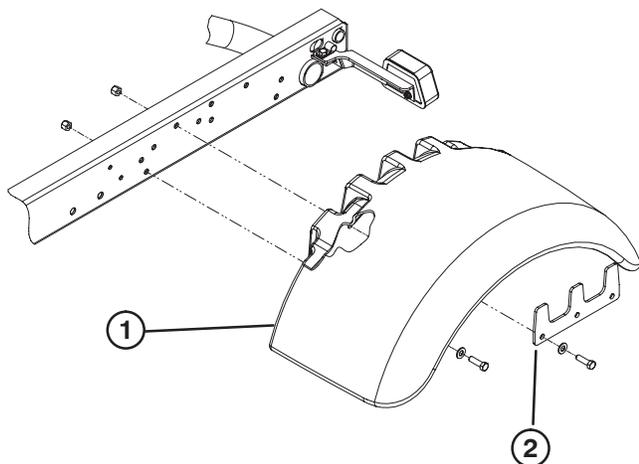

Figura 2
4. Fixe, sem apertar, um guarda-lamas a cada um dos lados do chassis com uma placa de suporte, parafusos (5) de 3/8–16 x 1,25 polegadas, anilhas I.D. de 0,406 polegadas e porcas de bloqueio (4), tal como se exemplifica na figura 2. É utilizada uma porca soldada para fixar cada parafuso traseiro.